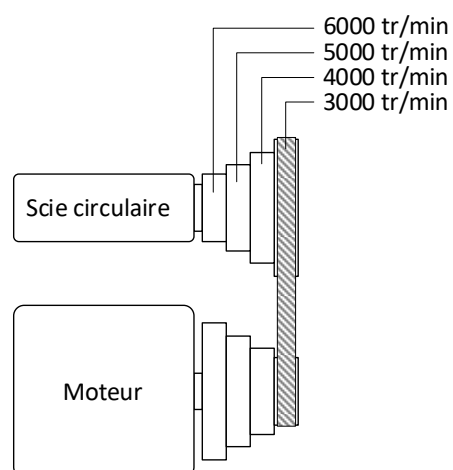

Figure 44 : schéma de vitesse
- Faire passer la courroie trapézoïdale à la vitesse souhaitée conformément à ⇒ Figure 44. **Règle générale** : Placez toujours la courroie en premier, du « grand » au « petit ».
- Faire pivoter le levier (H) vers la gauche